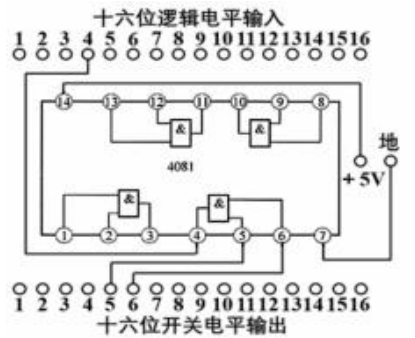

图 6 验证与门电路逻辑功能实验电路一
①关断交流电源开关,关断直流稳压电源的 5V 电源开关。
②把 CD4081 集成块插入实验装置上的一个 14 脚集成块插座中,然后按图 6 所示的实验电路进行线路连接。
③对照图 6,逐一检查每根导线连接是否正确无误且没有遗漏。
④确认线路连接正确无误后,接通交流电源开关,接通直流稳压电源的 5V 电源开关。
⑤把十六位开关电平输出中的第 5 位和第 6 位开关依次拨向低低、低高、高低和高高,使与门的 5 端和 6 端依次为 00、01、10 和 11,同时分步观察十六位逻辑电平输入中的第 4 只发光管的亮灭情况,把实验结果填入表 1 中。